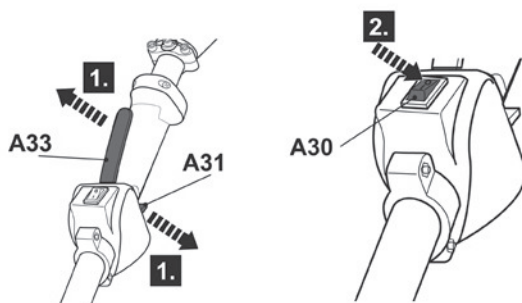

Fig. 44
- > Coloque o interruptor da ignição (A23) na posição “O” (Fig. 44).